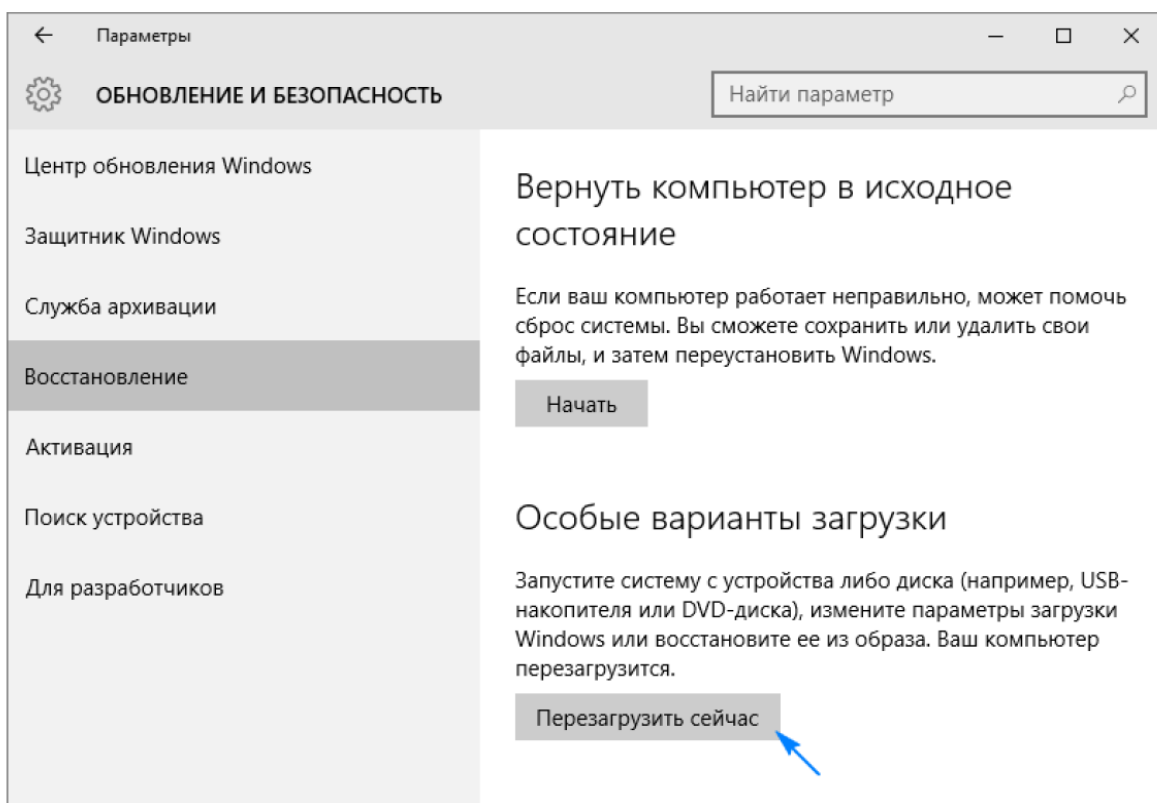

Рис. 18
2.2.6.1 Нажмите на кнопку «Пуск» и выберите «Параметры». Затем нажмите на кнопку «Обновление и безопасность» (см. Рис. 18).